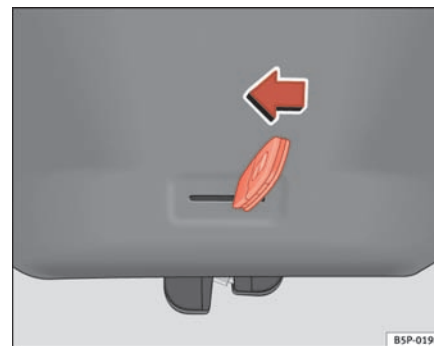

Fig. 68 Bagklap: nødoplåsning
- Sæt nøglen ind i slidsen, og lås låsesystemet op ved at dreje nøglen fra højre mod venstre i pilens retning ⇒ fig. 68. ■